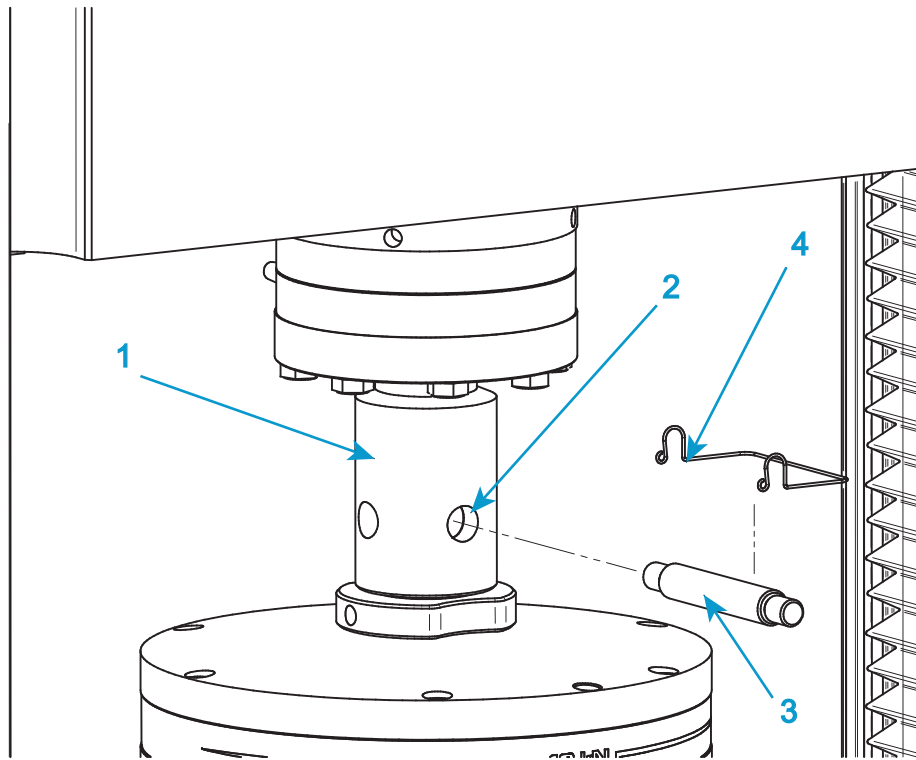

Abbildung 30. Typische Spannzeug-Installation
Siehe Abbildung 30 auf Seite 121, wenn Sie dieser Prozedur folgen.
1. Für das obere Spannzeug führen Sie den Adapter auf dem Spannzeug in die Steckbolzenbuchse (1 in Abbildung 30) am Kraftaufnehmeradapter ein.
2. Richten Sie die Steckbolzen zueinander aus (2 in Abbildung 30) und stecken Sie den Steckbolzen (3 in Abbildung 30) durch die Bohrungen.
3. Sichern Sie den Steckbolzen mit dem Steckbolzen-Clip (4 in Abbildung 30).